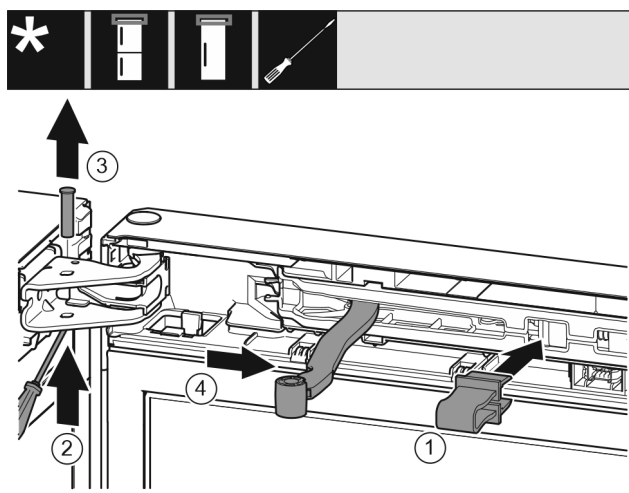

Fig. 10
- Varovalo Fig. 10 (1) zatakните v odprtino.
- Potisnite sornik Fig. 10 (2) ven.
- Izvlecite sornik Fig. 10 (3) v smeri navzgor.
- Zavrtite zgibni del Fig. 10 (4) v smeri vrat.